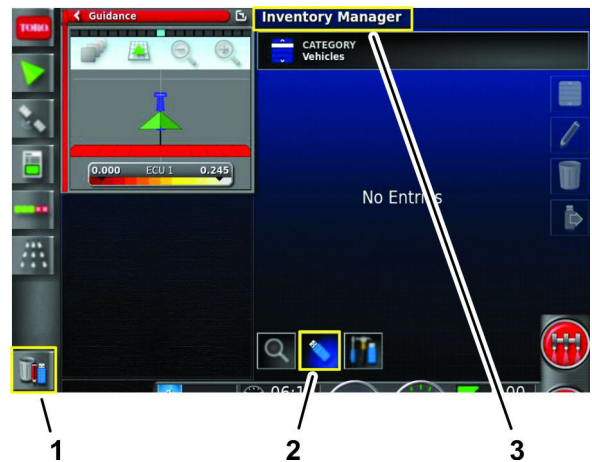

Bild 102
3. Tippen Sie auf das Bestandsmanager-Symbol (Bild 102).
4. Wenn der Titel oben auf dem Bildschirm Bestandsmanager anzeigt, tippen Sie auf das Symbol Ansicht wechseln Bild 102.